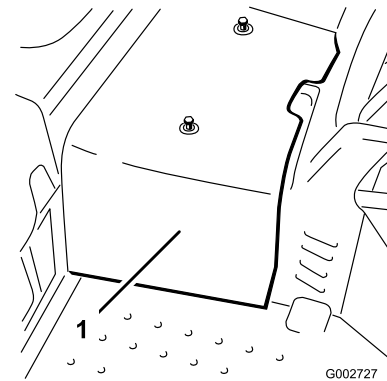

Bild 41
2. Nehmen Sie die zwei Schrauben ab, mit denen die mittlere Haube an der Maschine befestigt ist, und nehmen Sie die Haube ab (Bild 41).